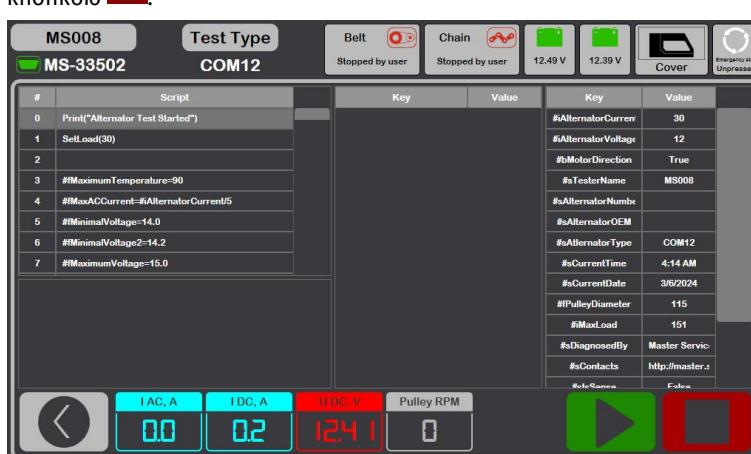

Рисунок 23. Меню режиму автоматичного тесту
- Для початку тесту у вікні, що відкрилося (див. рис. 23), натисніть кнопку . Далі стенд сам проведе всі перевірки згідно з обраним скриптом. У разі потреби процес тесту можна перервати кнопкою .